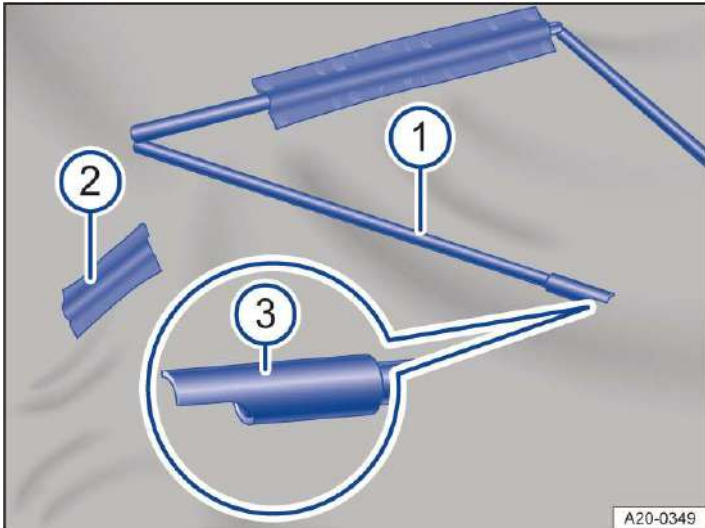

Abb. 1 Verdunkelung für Panoramaglasdach: Einbau vorbereiten.
2. Federstangen → *Abb. 1* ① zusammenstecken.
3. Federstangen rechts und links in die seitlichen Tunnel → *Abb. 1* ② der Verdunkelung stecken.